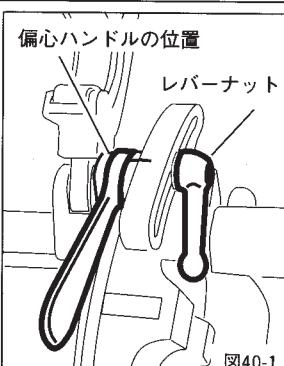

図40-1
①ねじ切り寸法を合わせる時には、偏心ハンドルをかならず手前に倒してから、ダイヘッドのねじ切りサイズ寸法と偏心台の目盛りを合わせてください。(図40-1)